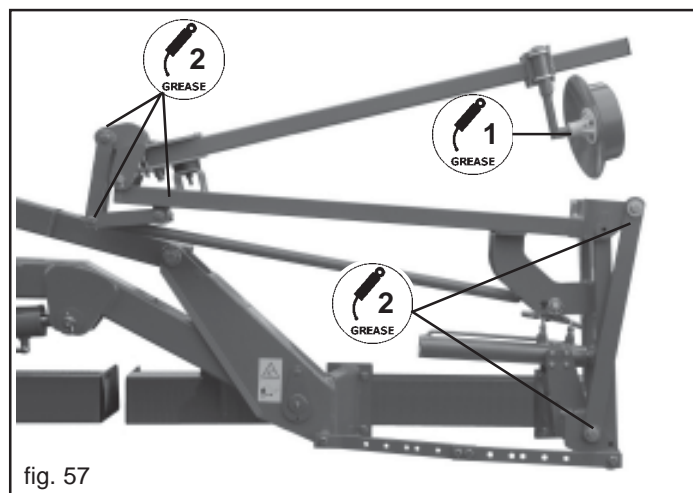

fig. 57
- Engrasar el perno de los discos marcadores de hileras (1, Fig. 57).
- Engrasar el perno del brazo marcador de hileras (2, Fig. 57).